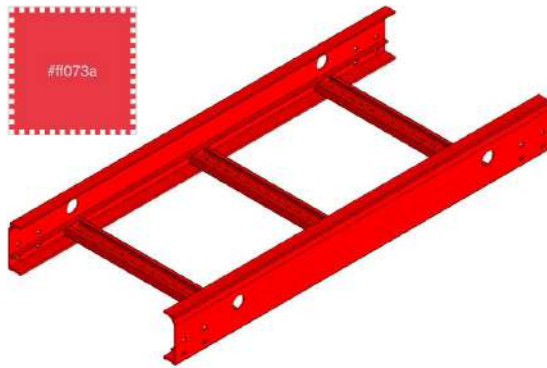

Рис. 1
1. Кабельные системы для прокладки электрических трасс RAL 3024 (#ff073a) Неоново-красный (Рис. 1);